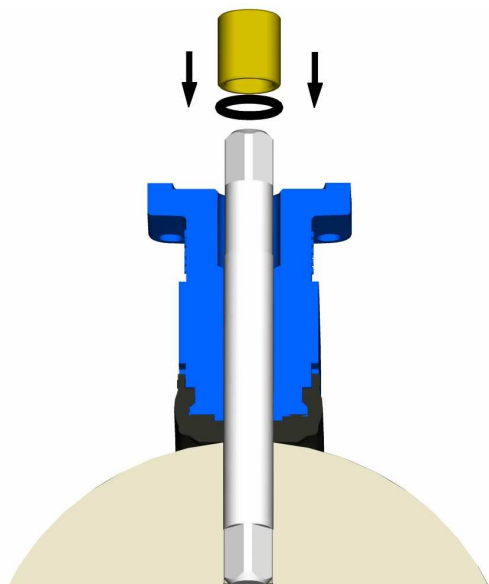

FIG. 4
5.- Introducir el eje superior, el casquillo superior y la junta tórica, hasta hacer tope con el cuadradillo de la mariposa (Fig.4 Izquierda).